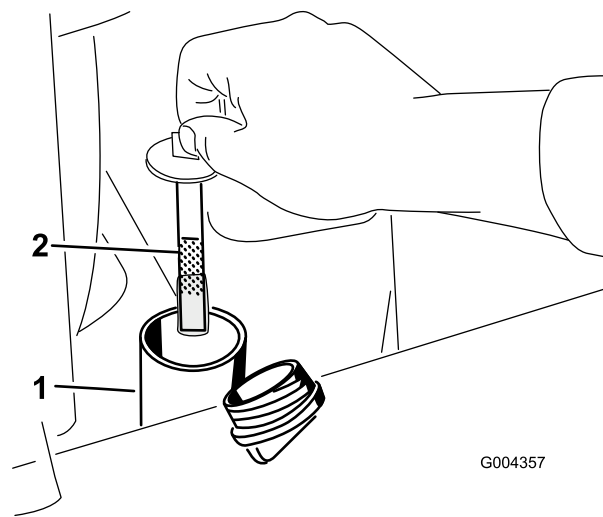

**Figura 18**
5. Pulite la zona intorno al collo del bocchettone del serbatoio idraulico (Figura 18).